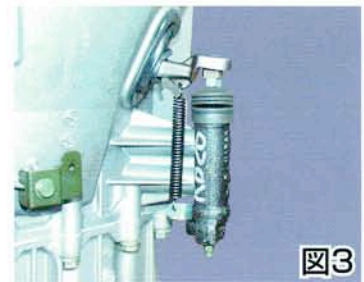

図3
12. リリースシリンダーでリターンスプリングステーを挟み込むように固定します。(図3を参照)